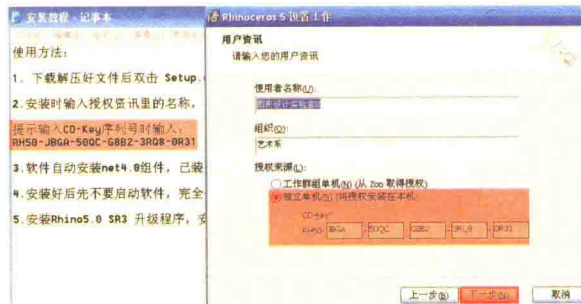

图 1-3-4
(4) 选择“独立单机(s)” (将授权文件安装在本机)”，并打开安装程序文件中的“安装教程”记事本，将 CD-Key 复制到安装面板中，并单击“下一步”，如图 1-3-4 所示。